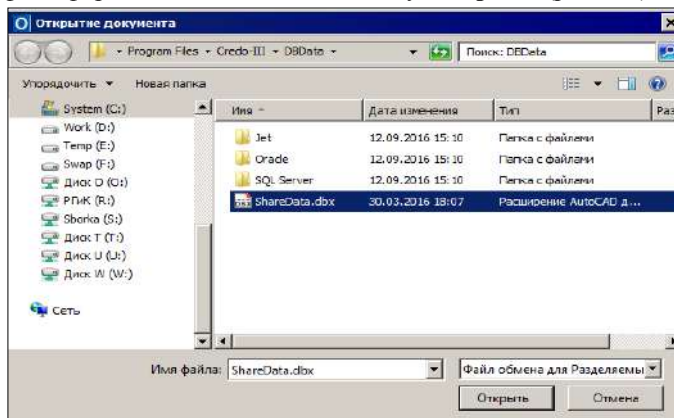

Рис. 2.2
- В стандартном диалоге открытия документов следует указать файл формата DBX и нажать кнопку **Открыть** (рис. 2.2).
указать файл формата DBX для импорта РР (рис. 2.2) и нажать кнопку **Открыть**.